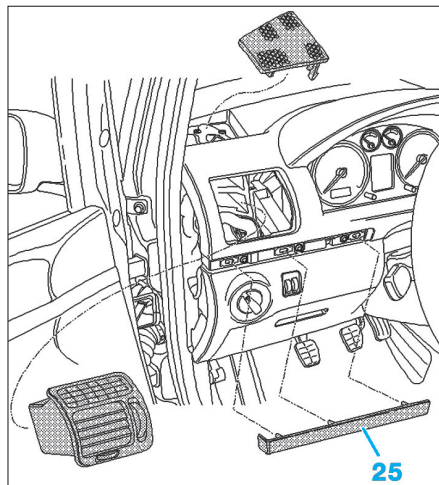

Fig. 17
• De chaque côté, dégrafer les diffuseurs (22) à l'aide d'un petit tournevis et débrancher le connecteur de l'éclairage de diffuseur.
• Retirer le cache (23).
• Dégager le volet de recouvrement (24) des fixations.
• À l'aide d'un petit tournevis, dégrafer la baguette d'ornement (25) (Fig.17).